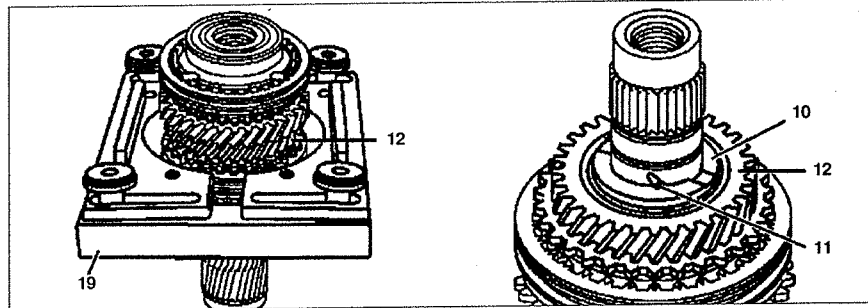

Рис. 6.26. Ведущий вал (автомобили с двигателями 111.948 и 601.970): 10. Упорная прокладка, 11. Шарик, 12. Шестерня 4-й передачи, 19. Съемная плита.
3. Установите плиту 19 между кольцом синхронизатора 8 и зубчатым колесом 12 (см.рис.6.26).